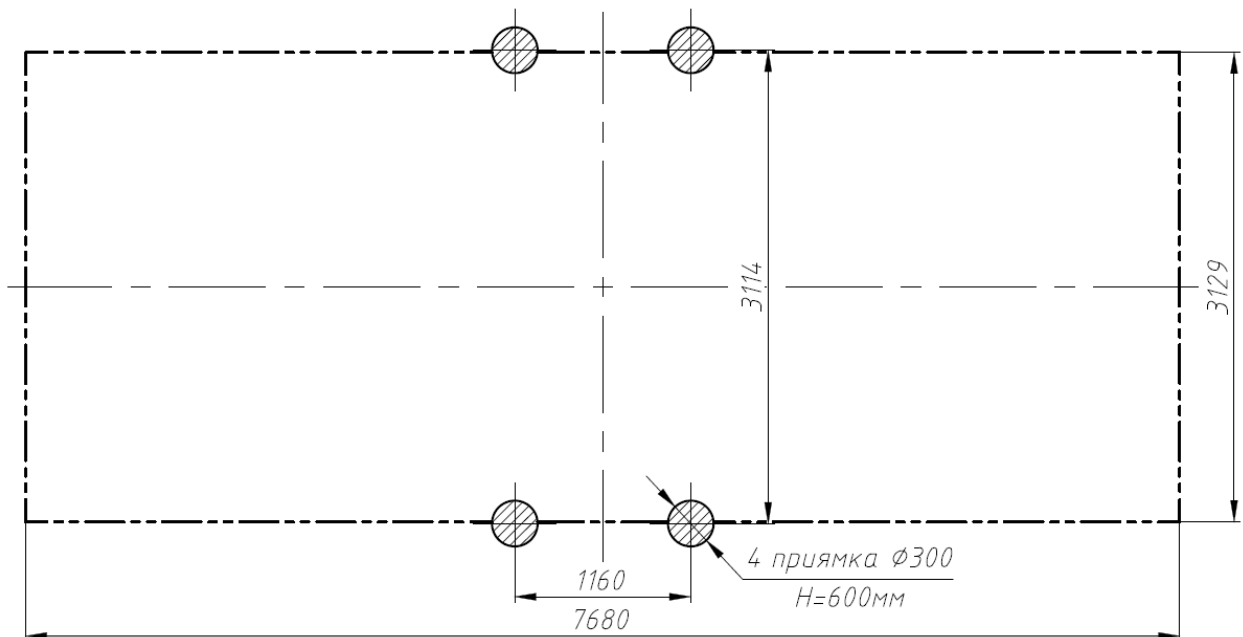

Рис.3 План фундамента качелей двойных РТР 52-2
3.6. Монтаж качелей заключается в сборке составных узлов и деталей качелей с последующим бетонированием металлических стоек в заранее подготовленные приямки (рис. 3).